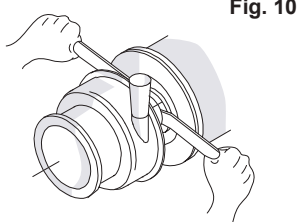

Fig. 10
14. Poussez l'arbre vers l'avant jusqu'à ce que le rotor puisse toucher l'étoile en plastique de calage. Fig.10
15. Serrer l'arbre (6) à un couple de serrage de 30 Nm sur des vis de 8 mm et 55 Nm sur des vis de 10 mm.